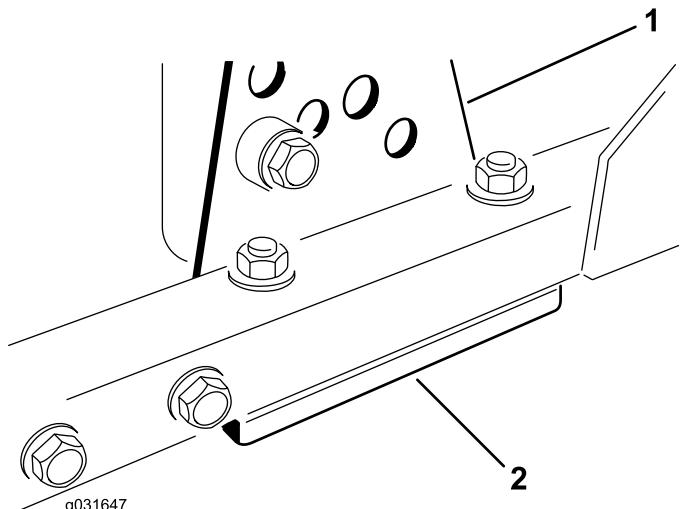

Figura 71
1. Retire el soporte de altura de corte (delantero, izquierdo o derecho) del bastidor de la carcasa (Figura 71).
- Coloque suplementos de 1,5 mm y/o 0,7 mm entre el bastidor de la carcasa y el soporte hasta lograr la altura de corte deseada (Figura 71).
- Instale el soporte de altura de corte en el bastidor de la carcasa con los suplementos restantes colocados debajo del soporte de altura de corte (Figura 71).